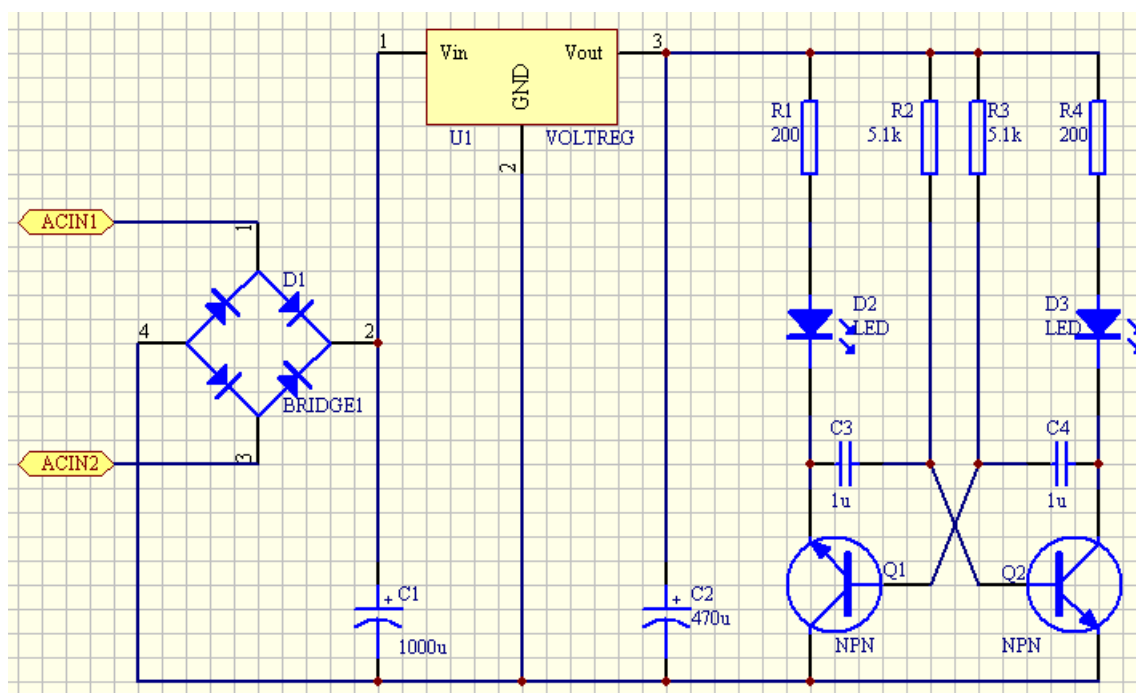

图 5-1 闪光灯控制器电路原理图
绘制一张闪光灯控制器电路原理图，如图 5-1 所示，命名为：flash.Sch，对其进行电气规则检查，同时生成电气规则检查报告、交叉参考表、网络表、元件清单等。
- 1、按照绘制一般原理图的方法，按照图 5-1 所示，绘制闪光灯控制器电路原理图，将其命名为：flash.Sch。